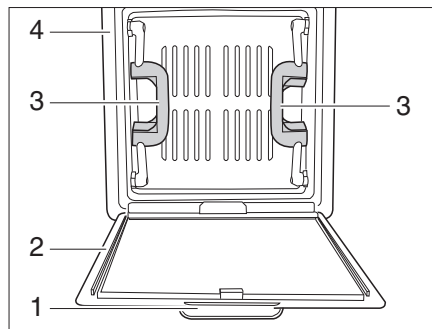

Fig. 63 Lanterneau à pousoirs (variante 2)
- Tirer la moustiquaire (Fig. 63,2) vers le bas en la maintenant par la poignée (Fig. 63,1). La moustiquaire se rabat vers le bas.
- Saisir les deux poignées du lanterneau (Fig. 63,3) et le pousser vers le haut.
- Rabattre la moustiquaire vers le haut et l'enclencher au niveau du cadre (Fig. 63,4).
- Saisir les deux poignées du lanterneau (Fig. 63,3) et le tirer énergiquement vers le bas.